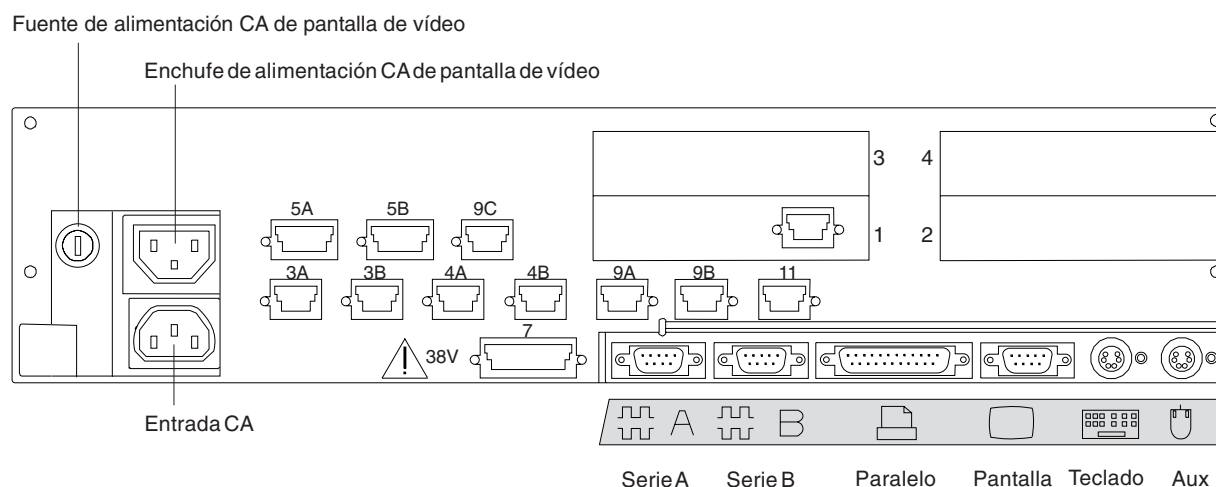

Figura 76. Parte posterior del Terminal de Punto de Venta IBM 4693-5x1 o 4693-7x1
- En la Figura 76 marque con una X los zócalos a los que se conectan los dispositivos POS.